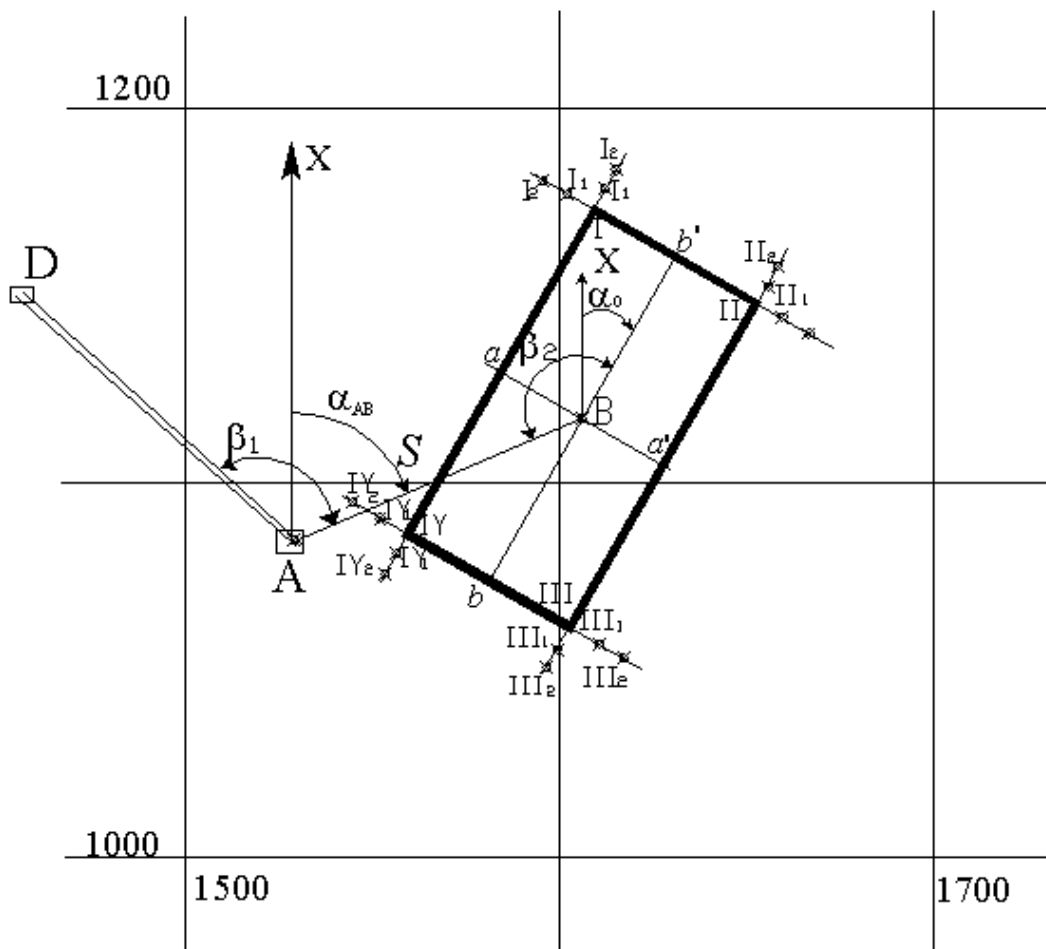

Рисунок 1. Пояснительная схема к проекту разбивки здания на промышленной площадке карьера.
4) Для переноса в натуру центра (**B**) здания устанавливают теодолит в точке **A** и от направления **AD** откладывают угол β_1 затем по направлению **AB** стальной рулеткой откладывают горизонтальное проложение **S** и фиксируют на промышленной площадке точку **B**. (рис.1).
6) Разбивка в натуре углов здания (**I, II, III, IV**) производится от осей здания. Устанавливают теодолит в точке "**a**", визируют на точку **B** откладывают угол 90^0 и половину продольного размера здания и закрепляют на площадке точку **I**. Затем откладывают угол 90^0 в противоположную сторону и половину продольного размера здания и фиксируют в натуре точку **II**. Аналогичным образом закрепляют на промышленной площадке углы здания **III** и **IV**. Контроль разбивки здания осуществляется по створности линий **I-"a"-IV** и **II-"a'"-III** (см. рисунок 1). При этом отклонение от створа не должно превышать ± 5 мм.
7) Закрепление строительных осей стен здания производится методом створной выноски. Каждая из четырех осей здания закрепляется 4 пунктами - по 2 пункта с каждой стороны (см. рисунок 1).